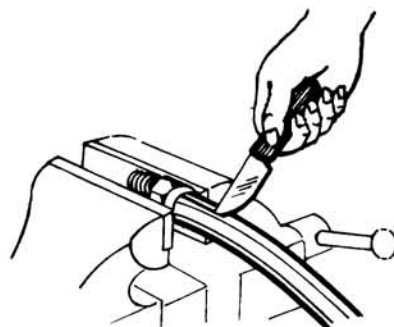

Fig. 1
- b Corte la manguera hasta el final de la boquilla (fig. 1).